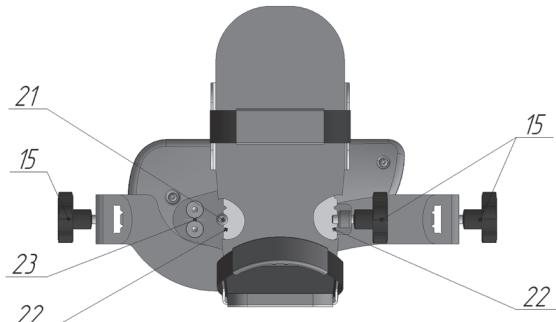

Рисунок 7.1 – Установка узла П/С для правой/левой ноги
2. Ослабьте с обеих сторон Аппарата фиксаторы настройки сустава под ось (15), зажимающие направляющие (8) и снимите узел П/С с направляющих (8).
3. Правильность расположения узла П/С определяется по расположению оси (23) (расположена между двумя винтами) вращения мотора В относительно сустава: ось должна располагаться с внешней стороны сустава. Т.е., для правой ноги она располагается справа от сустава, для левой – соответственно слева (см. рис. 7.1).
4. Установите узел П/С в соответствии с выбранной ногой обратно на направляющие (8). Затяните фиксаторы (15).
5. Ослабьте фиксатор (15), поджимающий опору (14), снимите опору стопы (14) вместе с лотком (13) и разверните в положение, при котором носок лотка смотрит вперед. Вставьте паз опоры (22) в ограничитель (21) и затяните фиксатор (15).